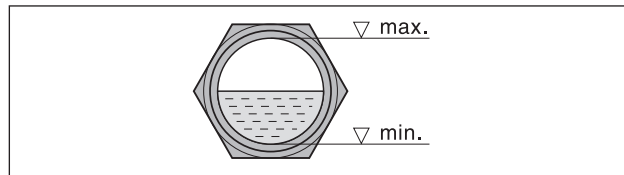

Fig. 5 Livello olio
- b) Dopo aver eventualmente corretto il senso di rotazione, riavviare il motore e spegnerlo di nuovo dopo circa 2 minuti per ricaricare l'olio mancante fino al bordo superiore dell'indicatore (Fig. 5/I). Questo riempimento nel punto di riempimento (Fig. 2/H) deve essere ripetuto fino al completo riempimento di tutte le linee dell'olio. Non aprire l'apertura di riempimento quando la pompa gira.